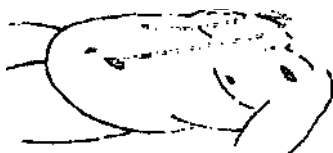

Рисунок 12
9. Соедините обрезанные концы абдоминального и удлинительного катетеров посредством титанового переходника (Рис. 12). Наложите швы нерассасывающейся нитью, например полипропиленом 2-0 или 0 вокруг каждого катетера поверх бороздок переходника. Свяжите оба шва вместе, чтобы предотвратить рассоединение трубок.